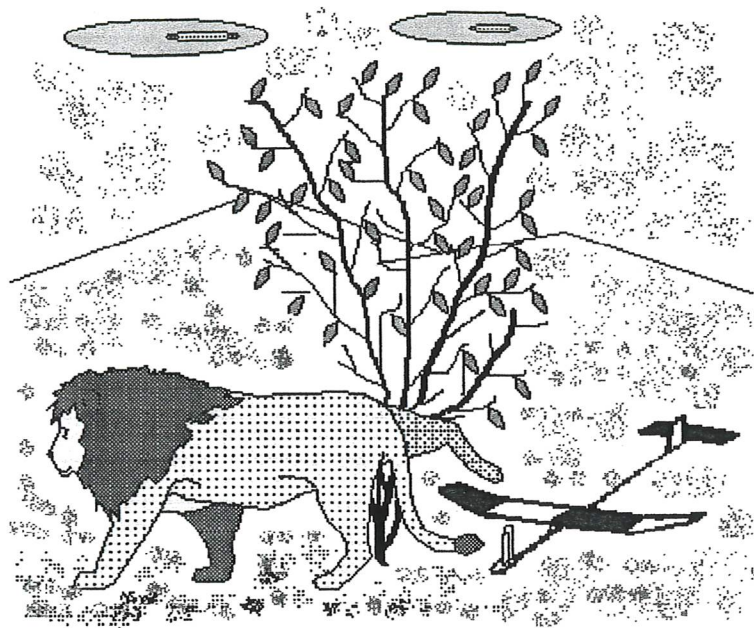

Figure 4 L'attitude du gouvernement vis-à-vis de nos conquêtes
- pourquoi le lieu de la savane hausse sa patte derrière à la base du grand buisson (*figure 4*) ? ;